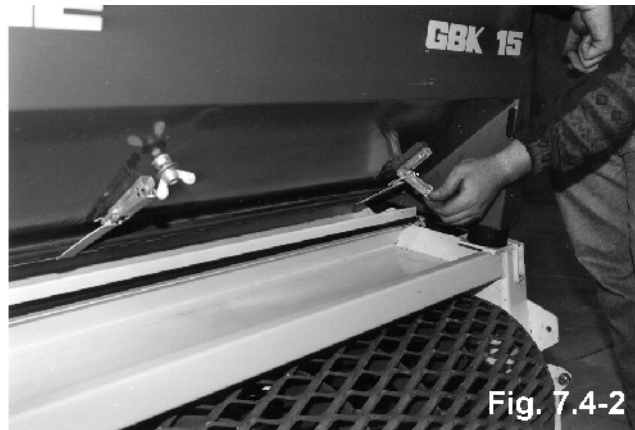
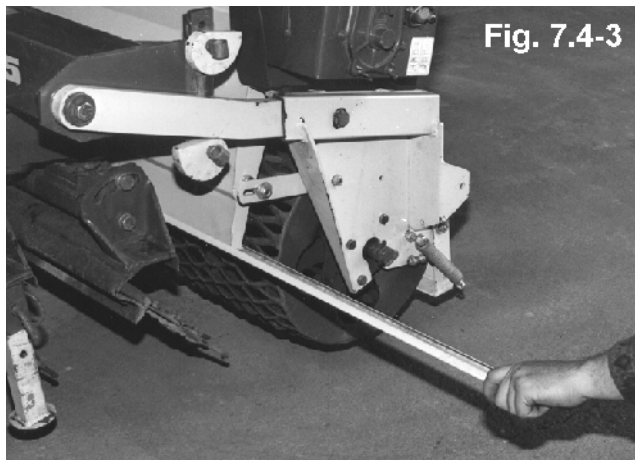

Fig. 7.4-2
Fig. 7.4-3
- Open de spanhaken (afb. 7.4-2) en klap de bodemplaat omlaag. Het zaaigoed stroomt in de glijgoot en dan in de zak, als de rail langzaam van de glijgoot wordt getrokken (afb. 7.4-3).